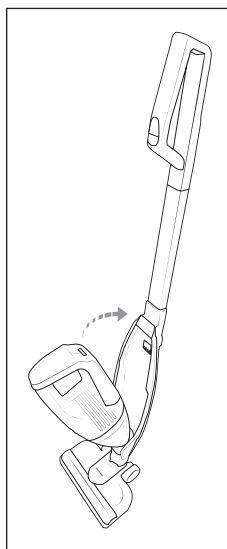

Fig. 3
- 1) Para unir a unidade portátil **2** ao cabo verti-cal **11**, insira a extremidade da unidade por-tátil **2** no entalhe existente na cavidade para a unidade portátil **14** (fig. 3).
- 2) Depois, pressione a pega **1** da unidade portátil **2** na cavidade para a unidade portá-til **14**, de modo a que a unidade portátil **2** fique encaixada e bem fixa (fig. 3).